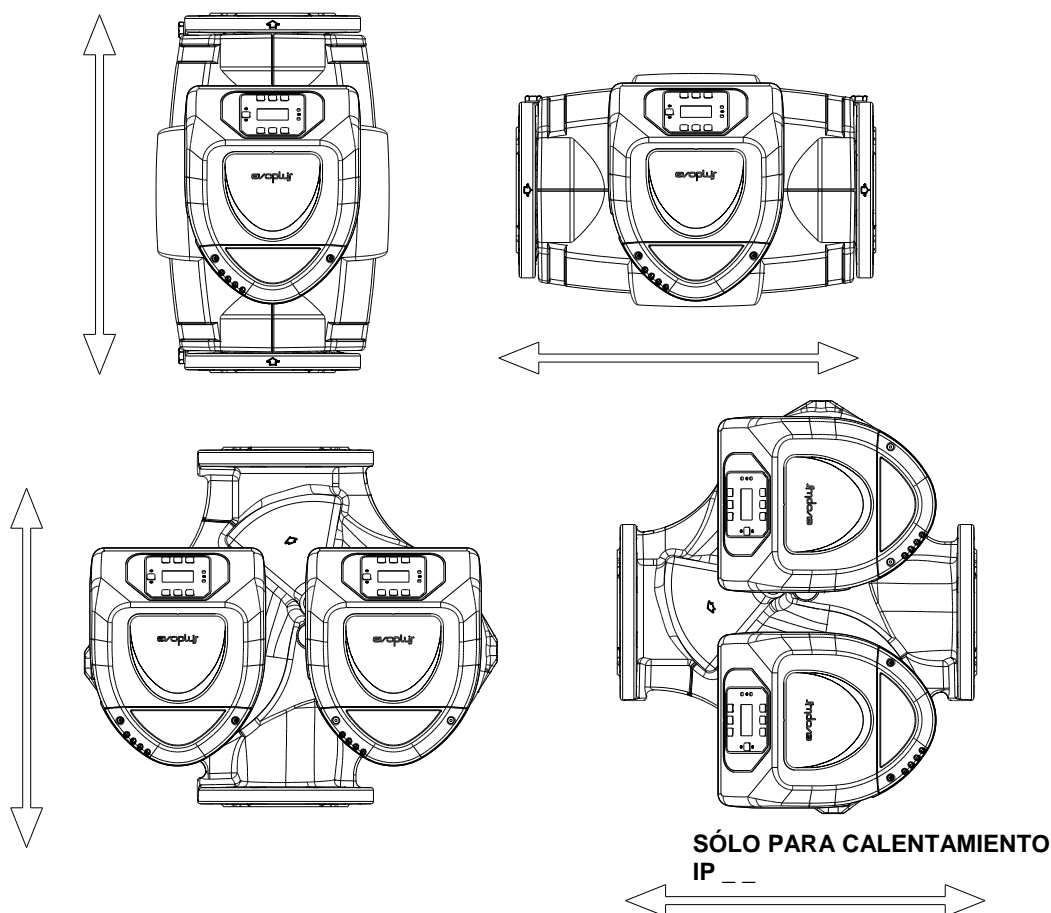

Figura 1: Posición de montaje
**Montar el circulador EVOPLUS siempre con el eje motor en posición horizontal, Montar el dispositivo de control electrónico en posición vertical (véase Figura 1)**